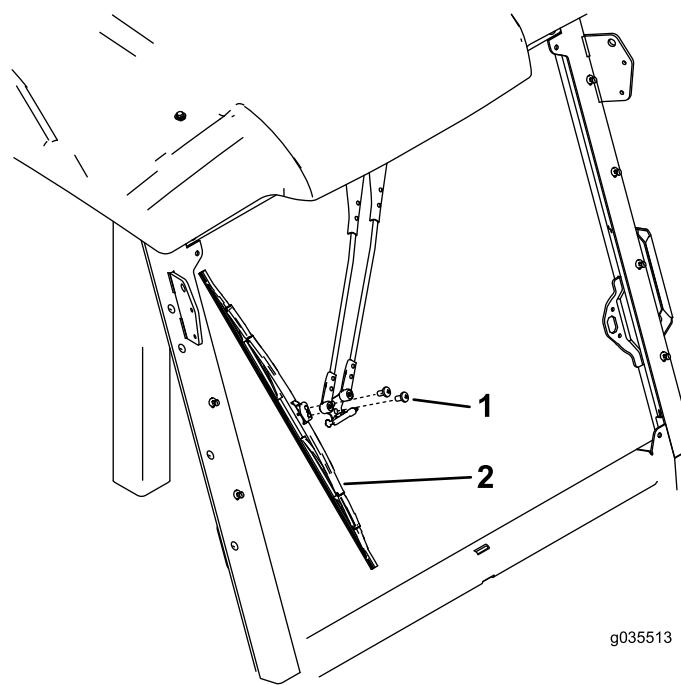

Рисунок 5
4. Установите щетку стеклоочистителя, как показано на Рисунок 5.